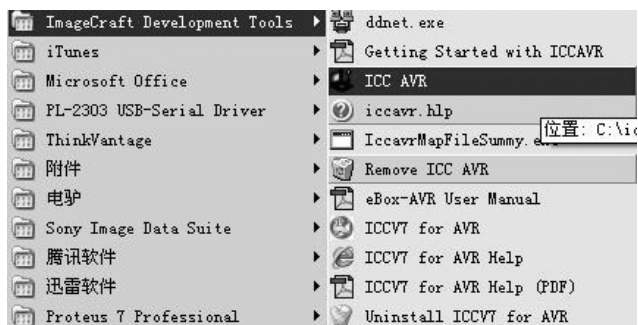

图 3.4 ICC AVR 软件
(3) 安装完成之后，可以在“开始”菜单中找到对应的文件夹“ImageCraft Development Tools”，从中点击“ICC AVR”选项即可启动 ICC AVR 软件，如图 3.4 所示。